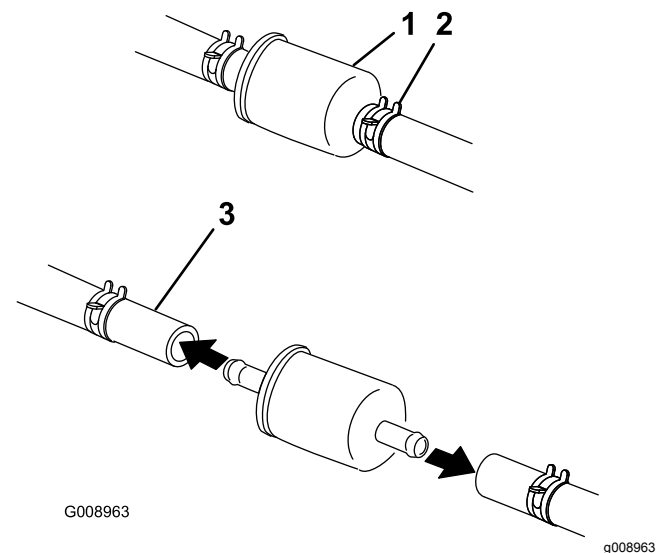

Figure 60
5. Pincez les extrémités des colliers et éloignez les colliers du filtre (Figure 60).
7. Posez un filtre neuf et rapprochez les colliers de fixation du filtre (Figure 60).